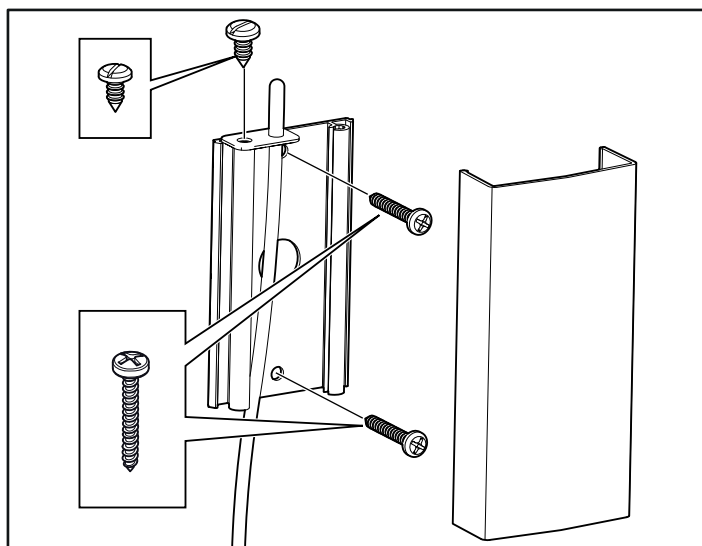
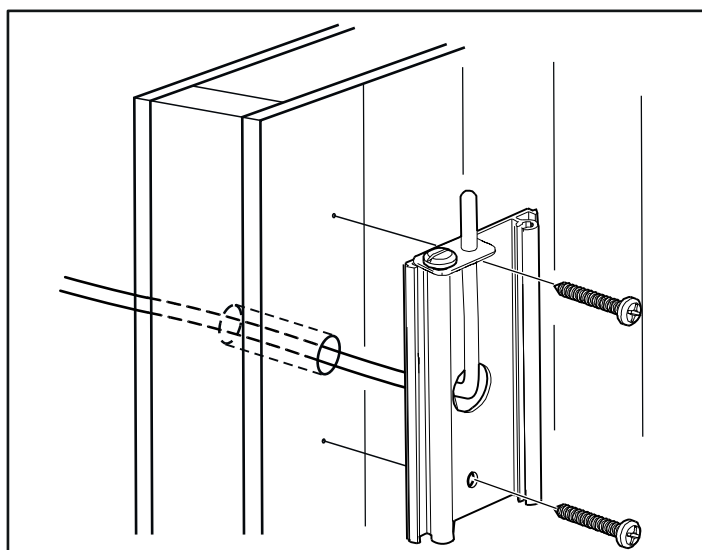

Figure 15 : Installation de la sonde
Figure 16 : Raccordement à travers la cloison.
13. Installez la sonde sur le mur (voir figure 15). Le fil de la thermistance peut également être passé dans le mur. Bouchez tous les trous dans le mur derrière la sonde (voir figure 16, page 30). Le fil de thermistance peut être prolongé à l'extérieur du sauna à l'aide d'un fil à basse tension (2 pôles).